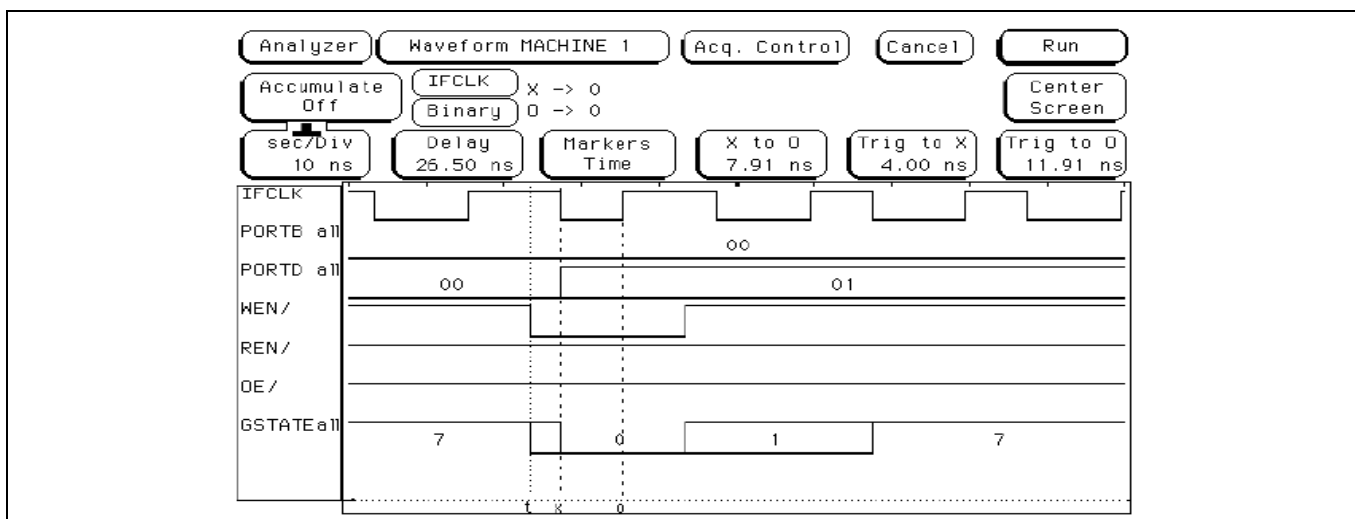

Figure 55 シングルワード書き込み波形
Figure 55 は、GPIF Designer で定義された、シングル書き込み波形用の GPIF エンジンによって生成されたタイミング信号を示します。GSTATE [2:0]を含むすべての信号はここに表示されています。GSTATE [2:0]は、シングル書き込みトランザクションを実行する時に経る GPIF エンジンの状態を示します。
- 4ns のサンプリングレートで、**Figure 55** の波形に示したものと同一分解能が得られます。